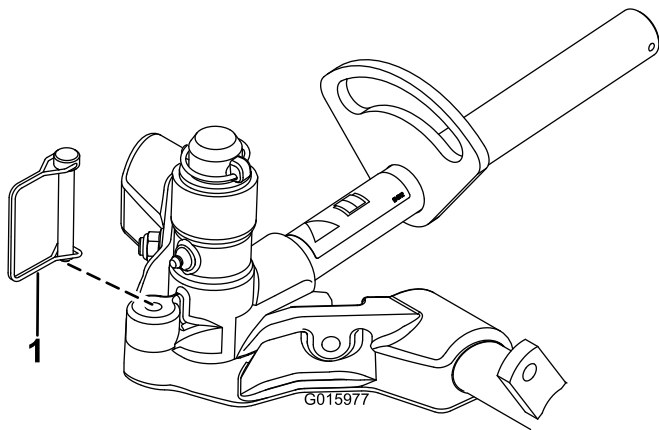

**Figure 14**
8. Enduire l'arbre du bâti porteur de graisse propre (Figure 14).
9. Pour les plateaux de coupe avant, poussez un plateau de coupe sous le bras de relevage tout en insérant l'arbre du bâti porteur dans la chape de pivot du bras de relevage (Figure 14). Positionnez correctement la rondelle de butée sur l'arbre du bâti porteur.
10. Fixez l'arbre du bâti porteur à la chape du bras de relevage avec la goupille Klik (Figure 14).
- B. Insérez la chape du bras de relevage sur l'arbre du bâti porteur (Figure 14).